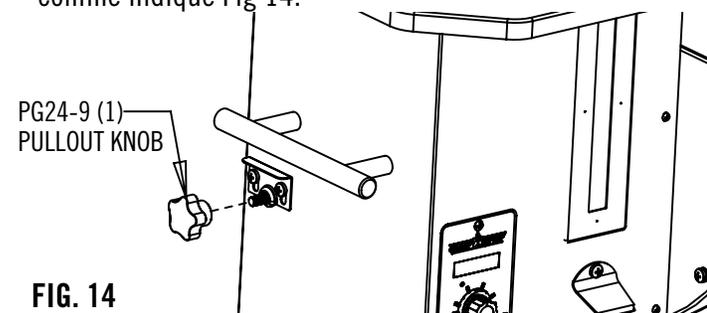

FIG. 14
1. Serrer à la main le bouton de nettoyage du bac à déchets comme indiqué Fig 14.